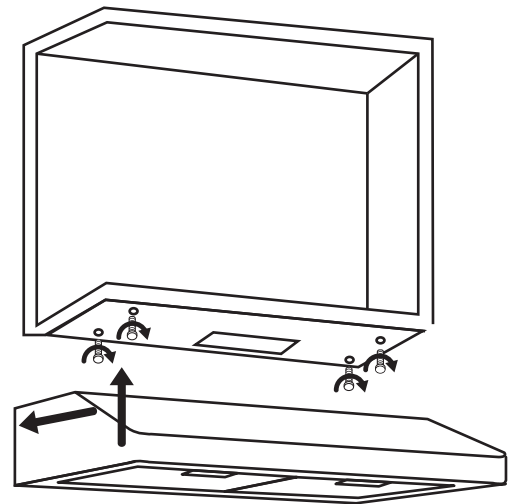

Figure 6
- En utilisant les mesures fournies à la page 7, mesurez et percez 4 trous dans le fond de l'armoire (voir figure 6).
- Alignez la hotte aux trous dans le bas de l'armoire et vissez en utilisant les vis fournies (voir figure 6).